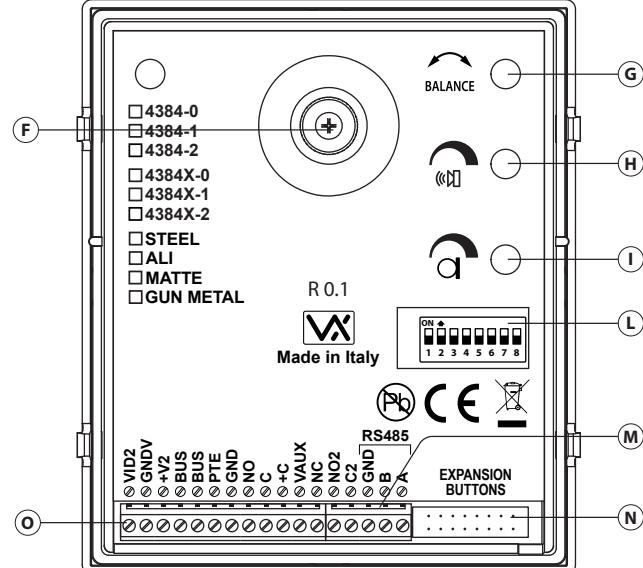

Fig. 2 Dos
- Les réglages se font par le biais de l'interrupteur dip à 8 positions (référence **L Fig. 2**) accessible à l'arrière du module.